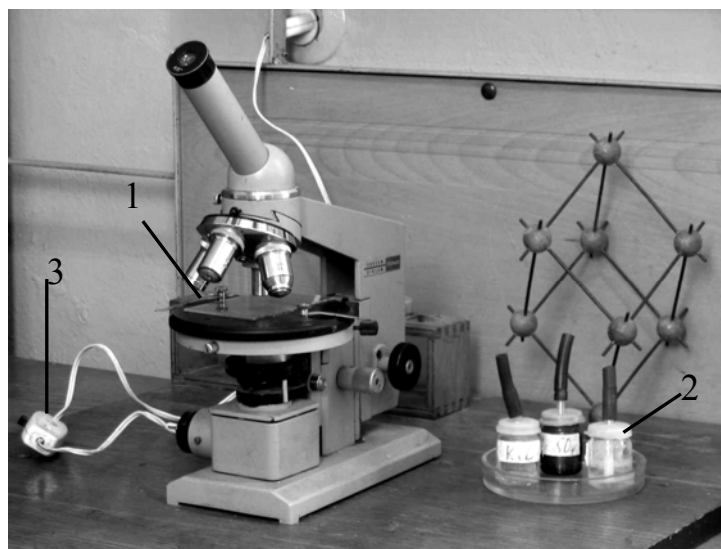

Рис. 12.1. Мікроскоп за допомогою якого проводиться спостереження за кристалізацією з перенасиченого розчину
1. Старанно протерти шматинною предметне скло 1 (рис. 12.1) і капнути на нього невелику краплину перенасиченого розчину 2 (солі, марганцевокислого калію).